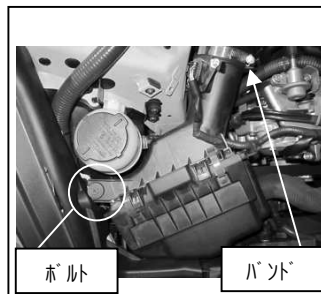

図 3
- ④BOX 固定ボルトを外し、サクションホースのバンドを緩め、クリーナーBOX を取り外します。図 3 参照。